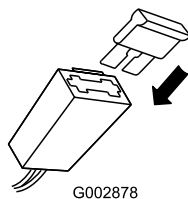

Figura 28
2. Inserite il fusibile nel portafusibili (Figura 28).